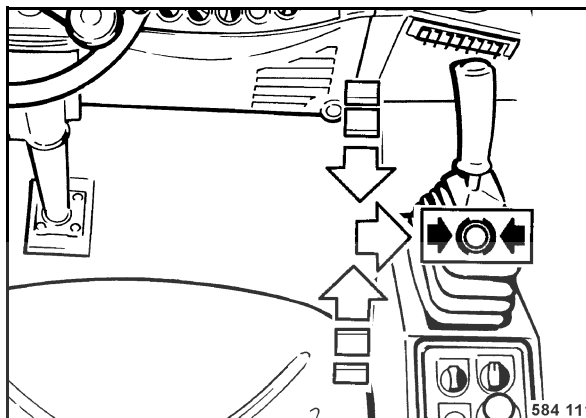

Fig. 56
- Ramener lentement le levier de commande de marche (Fig. 56) sur position neutre puis l'enclencher vers la droite sur position de freinage.